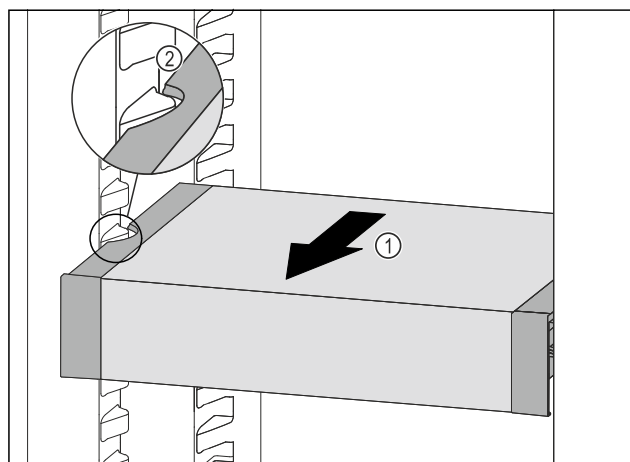

Fig. 132
- ▶ Predal VarioSafe povlecite naprej Fig. 132 (1), dokler nista stranska izreza predala VarioSafe na višini nastavka za posodo v hladilniku. Fig. 132 (2)